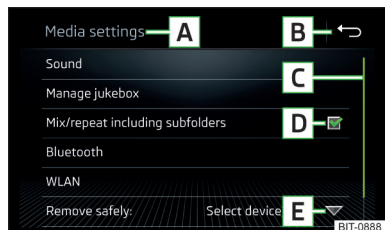

Abb. 119
**Beschreibung der Bildschirmanzeige** » Abb. 119